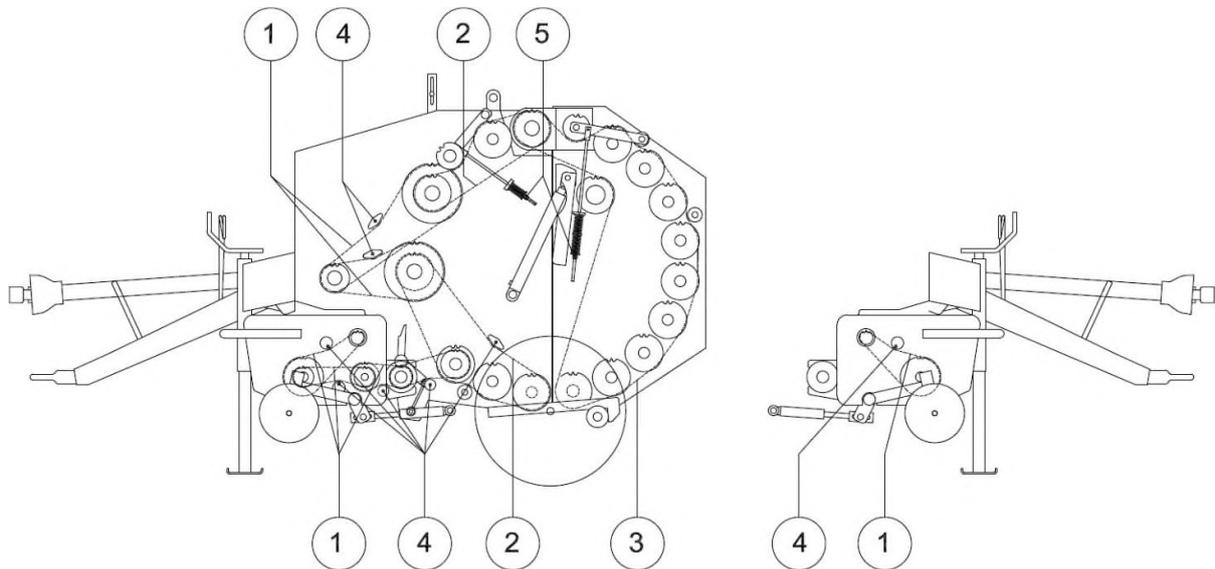

Рисунок 32. Приводной узел
Схема приводного блока показана на рис. 32. Используемые для привода цепи обозначены поз. 1, 2 и 3. Регулировка натяжения цепей должна быть выполнена натяжителями (4) или регулировочными винтами с пружиной (5).